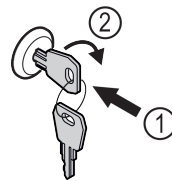

Fig. 191
- ▶ Sätt in nyckeln. Fig. 191 (1)
- ▶ Vrid nyckeln 90° medurs. Fig. 191 (2)